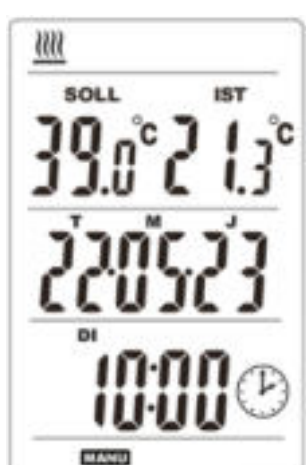

Abb. 10 Manueller Modus
- Mit **+/-** den manuellen Modus **MANU** einstellen (Abb. 10). Mit **START** bestätigen. **MANU** blinkt.
- Mit **+/-** die Soll-Temperatur zur Erst-Inbetriebnahme auf 39°C einstellen (Abb. 10) und mindestens 90 Minuten lang aufheizen.
- Mit **+/-** den manuellen Modus **MANU** einstellen. Mit **START** bestätigen (Abb. 10). **MANU** blinkt.